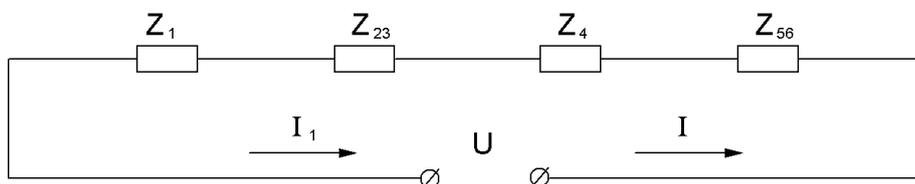

Рис. 7. Преобразование заданной схемы в последовательную
2.4.3. Преобразование заданной схемы в последовательную схему (рис. 7).
Угол φ_3 - откладываем от вектора U_{23} (см. рис. 7) в сторону опережения токов на 90° .